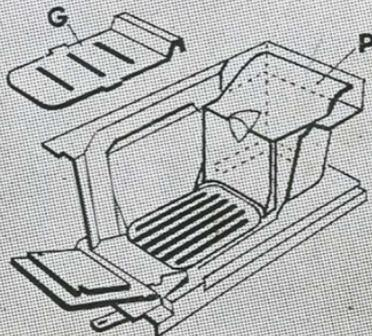

Fig. 4. Foyer mixte charbon-bois.
- foyer mixte bois et charbon (figure 4) en fonte ou en réfractaire.
La grille de décentrage du foyer mixte transformé pour la marche au charbon est analogue à celle du foyer exclusivement au charbon. Pour passer de l'emploi du charbon à celui du bois, il est nécessaire d'enlever la plaque (P) située dans le foyer, de façon à agrandir ce dernier et de mettre en place la grille spéciale (G) prévue pour l'emploi du bois (figure 4).